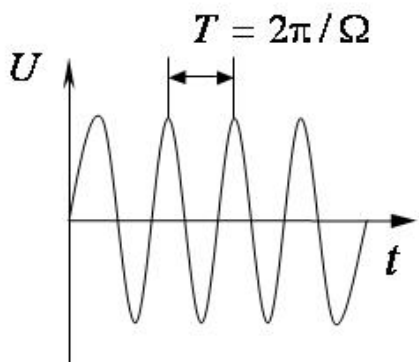

Рис. 2
График вынужденных колебаний напряжения на конденсаторе (уравнение (6)) представлен на рис. 2. Вынужденные колебания происходят с частотой вынуждающей ЭДС Ω .